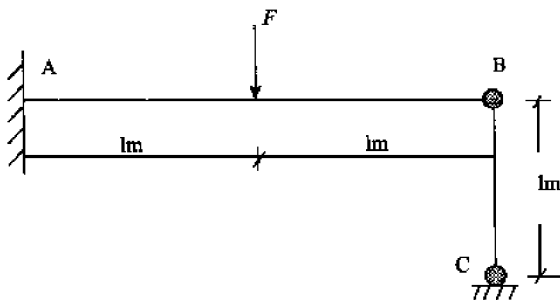

图 13-30
2. 如图 13-30 所示结构,梁和杆的材料相同,AB 梁为 N₀16 工字钢,BC 为直径 $d = 60\text{mm}$ 的圆形截面杆,已知:材料的 $E = 205\text{GPa}$, $\sigma_s = 275\text{MPa}$,强度安全系数 $n = 2$, $\lambda_p = 90$, $\lambda_s = 50$,稳定安全系数 $n_{st} = 3$,经验公式 $\sigma_{cr} = 338 - 1.12\lambda$,试求: $[F]$ 。